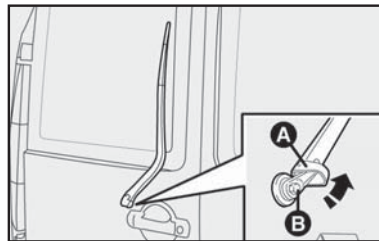

fig. 23
Substituição da limpador/palheta do limpador do vidro traseiro (se equipado) - fig. 23
- 1) Para retirar o limpador basta afastar a proteção **A** conforme a seta e desparafusar a porca **B**-fig. 23.